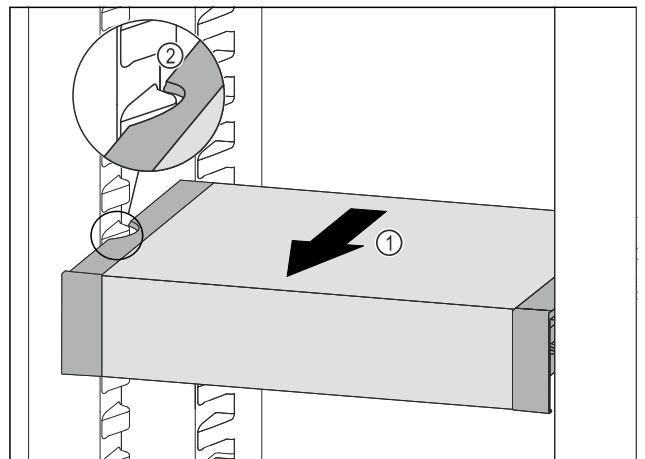

Fig. 123
- ▶ Ladicu VarioSafe vucite prema naprijed Fig. 123 (1) sve dok se bočni otvori ladice VarioSafe ne nađu na visini žlijeba spremnika u hladnjaku. Fig. 123 (2)